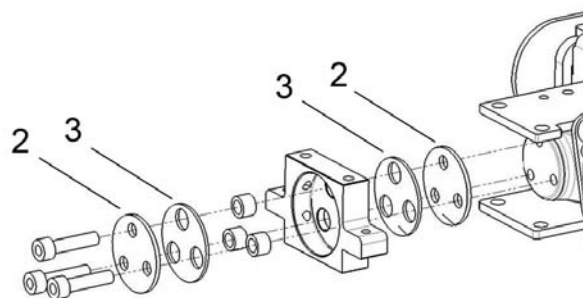

Bild 3. Demontera de tre skruvar som håller ställdonets brickor och dämpare.
3. Demontera de tre skruvar som håller ställdonets brickor och dämpare. Se bild 3.